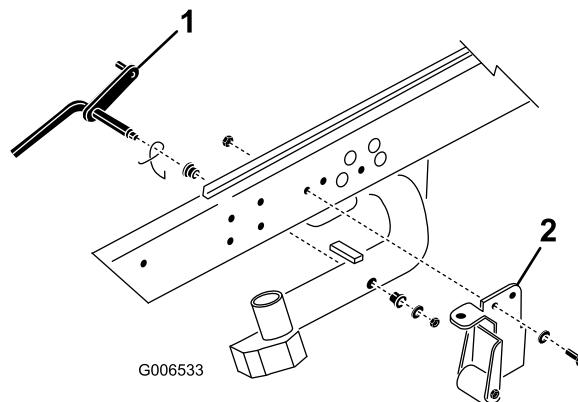

Bild 3
1. Entfernen Sie die Sicherungsmutter und die Scheibe, mit denen die Gelenkstange am Hubarm Nr. 2 befestigt ist (Bild 3). Nehmen Sie die Gelenkstange und die Feder vom Hubarm
Stützhalterungen der Kippvorrichtung werden nicht für den Betrieb der DPA-Schneideeinheiten benötigt (Bild 3).